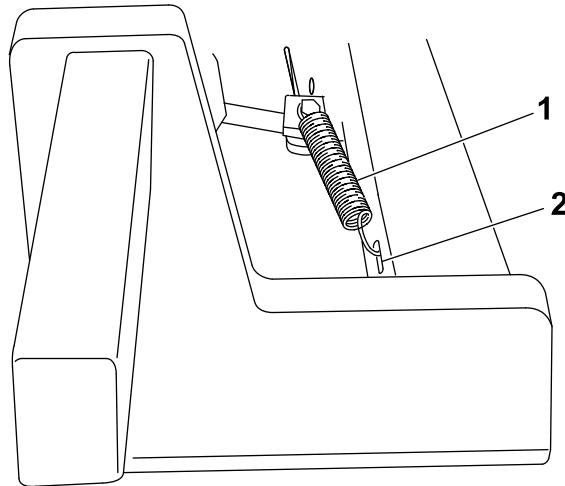

Bild 4
6. Entfernen Sie die Splints aus den Lastösenbolzen, mit denen die Bremsstangen und Jochs zusammengehalten werden; werfen Sie die Lastösenbolzen weg. Halten Sie den Lastösenbolzen fest und setzen Sie gleichzeitig das kurze Ende der Feder in das Loch im Lastösenbolzen, um die Teile zusammenzuhalten. Stecken Sie das andere Ende der Federn in die geschlitzten Löcher in den Hubarmen (Bild 4).